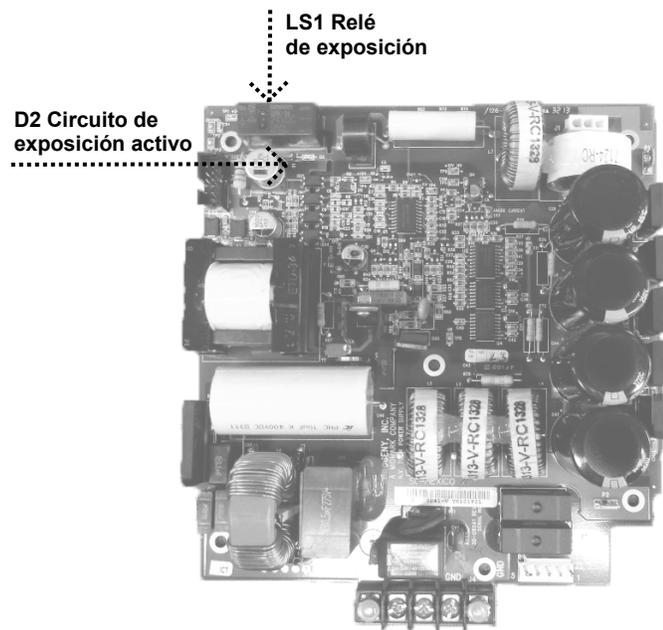

Figura 65
2. Si el indicador de la pantalla de operador suena, pero el indicador de la placa lógica no se activa, observar el LED D2 en la placa de alimentación eléctrica y escuchar si el relé LS1 se activa en esta misma placa (*Figura 65*). El LED D2 debe iluminarse durante la solicitud de exposición. Si no es así, inspeccionar el estado del cable plano entre las placas de alimentación eléctrica y lógica. Si el cable plano está aceptable, reemplazar la placa lógica.